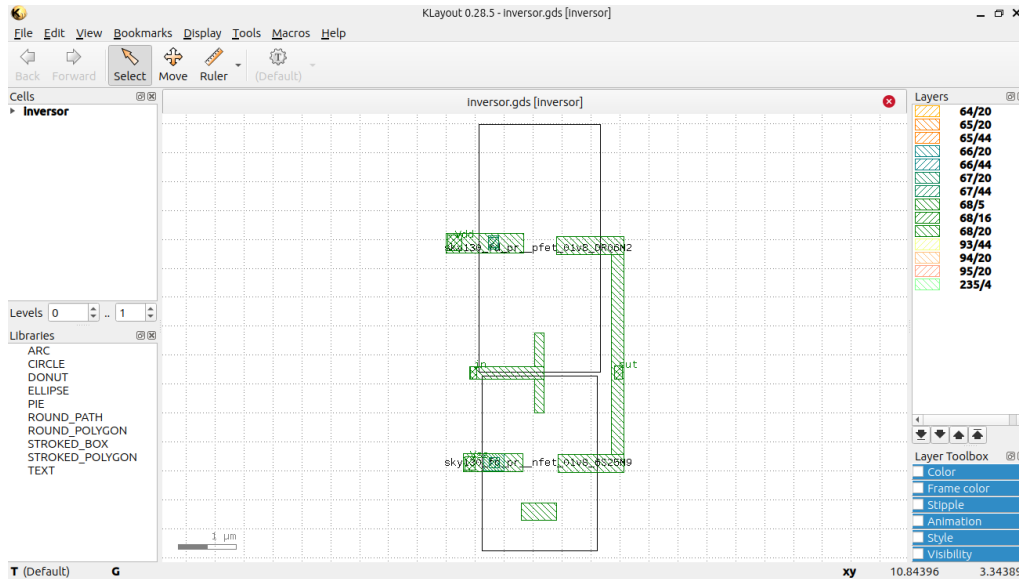

Figura 42: archivo .gds del inversor CMOS.
2. Para abrir el archivo .gds puede usar la herramienta **klayout** tal como se observa en la figura 42.